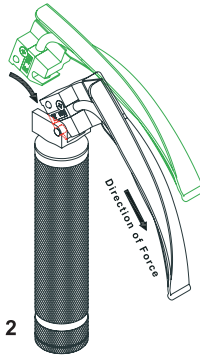

Fig 2
1. Innestare la lama allineando la scanalatura della lama sul perno del gancio del manico e applicare una forza sufficiente di 10N-45N per agganciarla come mostrato in Fig. 2.
Occorrerà sempre provare le lame del laringoscopia e il manico dopo la pulizia / disinfezione / sterilizzazione e prima dell'uso. Per effettuare la prova, collegare la lama del laringoscopia al manico e tirarla finché raggiunge la posizione ON come in Fig. 2. Se l'unità non si accende o in presenza di sfarfallio, controllare la lampada / le batterie e i contatti elettrici. Assicurarsi di disporre di un'adeguata fornitura di lampade, batterie di ricambio e parti di ricambio subito disponibili. Se il problema persiste, si prega di contattare il fornitore.